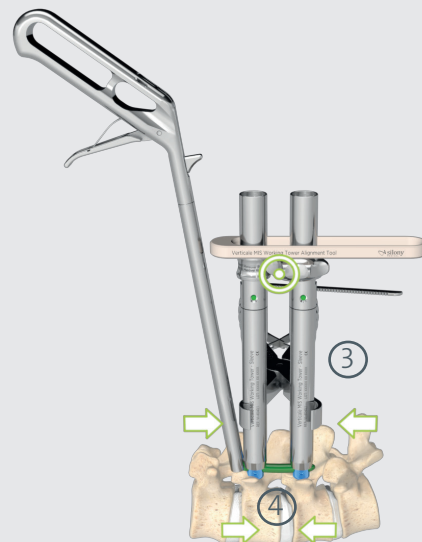

Abb. 23b Kompression der Pedikelschraubenköpfe durch Kompression der VERTICALE MIS Arbeitstürme (Nautilus wird oberhalb der Zange positioniert)
Der VERTICALE MIS Manöver Ring und MIS Manöver Nautilus bilden den Rotationspunkt der MIS Arbeitstürme. Durch Verwendung der VERTICALE MIS Manöver Zange (3) an den proximalen Enden der MIS Arbeitstürme wird eine Kompression (4) der Schraubenköpfe erreicht (Abb. 23b).